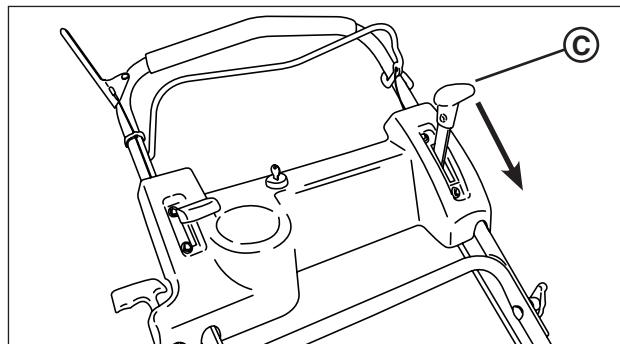

Figura 26: El control de velocidad de desplazamiento
1. Mueva el control de velocidad de desplazamiento (**A**, Figura 26) a la posición "rápido".